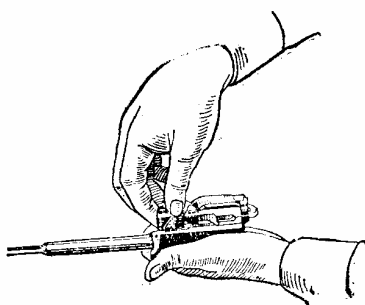

Рис. 20. Отделение затвора от затворной рамы.
8. Отделить затвор от затворной рамы. Взять затворную раму в левую руку затвором кверху (рис. 20); правой рукой отвести затвор назад, повернуть его так, чтобы ведущий выступ затвора вышел из фигурного выреза затворной рамы, и вывести затвор вперед.